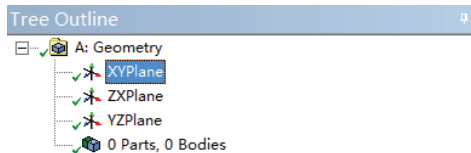

图 3-87 单击 XYPlane
1) 在 DM 界面左侧的树结构图中, 选择 XYPlane 选项, 如图 3-87 所示。